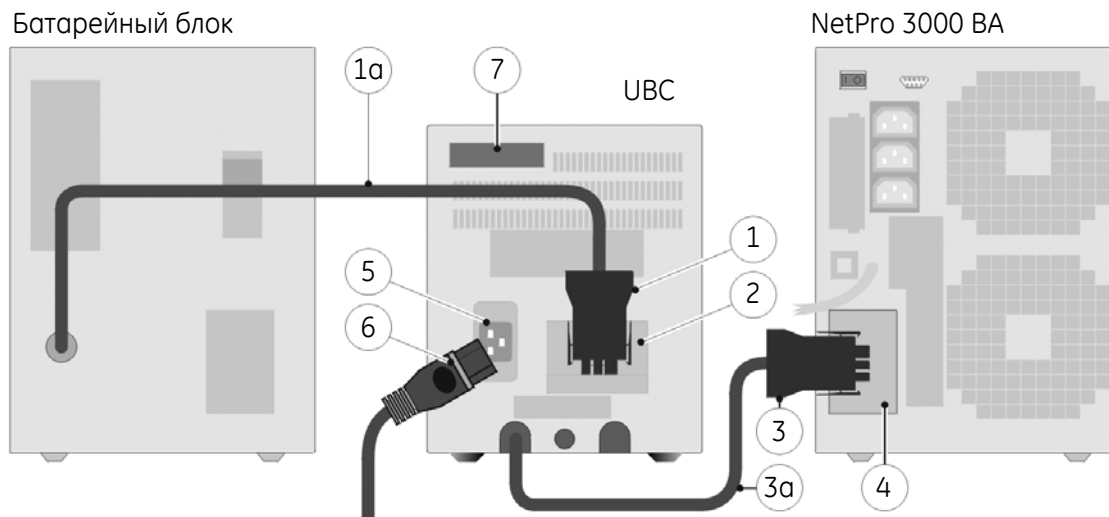
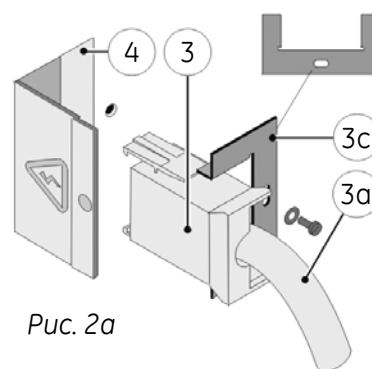

Рис. 2 Подключение к ИБП NetPro 3000
Рис. 2a
3. Подключите разъем DC (1, Рис. 2) батарейного блока к гнезду DC (2, Рис. 2) UBC.
4. Подключите разъем кабеля DC (3, Рис. 2) от UBC к гнезду DC (4, Рис. 2 и 2a), расположенному на ИБП. При правильной установке вы услышите щелчок. Зафиксируйте DC разъем: установите небольшую пластинку (3с, Рис. 2a) из комплекта батарейного блока и зафиксируйте ее винтом.
5. **ПЕРЕД** тем, как подключить UBC к сети: проверьте установку переключателей на задней панели UBC (7, Рис. 2) для использования с ИБП NetPro 3000, см. раздел 3.3.
6. Сетевой кабель, поставляемый с UBC (6, Рис. 2), подключите к гнезду (5, Рис. 2)